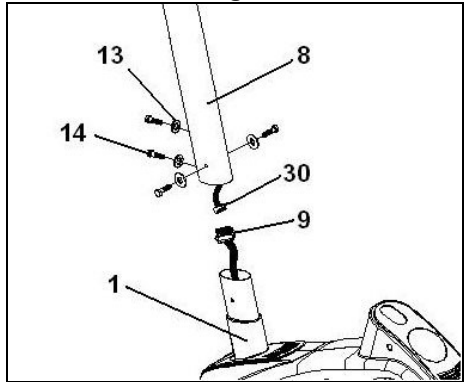

Fig.6
Coloque el sillín (23) en la tija (22) como muestra la Fig.6 teniendo en cuenta de que los agujeros de la tija le queden hacia la parte delantera del sillín, coloque el sillín en posición y apriete las tuercas (11) fuertemente.
Afrojando un poco el pomo de apriete (21) de tija en sentido contrario a las agujas del reloj y tirando del mismo hacia atrás Fig. 6, cuando lo tenga a la altura adecuada para realizar el